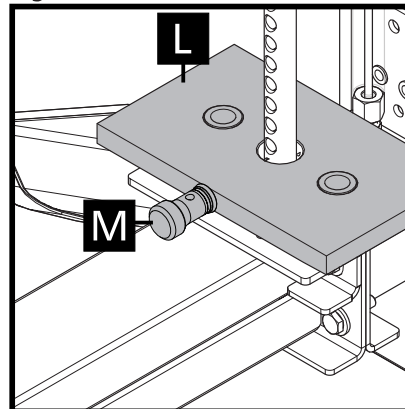

Figura 8-2
2 - Com o peso (L) colocado ajuste a altura do peso fracionado (K) rosqueando ou desrosqueando o parafuso em destaque (Figura 8-2).